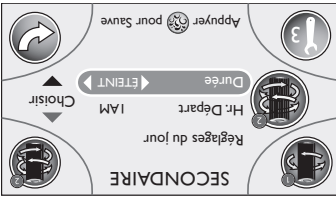

Figure 1
6. Maintenant, vous devrez régler la « Durée » du cycle de filtration (Figure 1). La plage de durée du cycle varie de 0 (ETEINT) à 120 minutes. Appuyer sur le bouton gauche ou droit sur le clavier quadruple pour effectuer les réglages par incréments de 15 minutes.